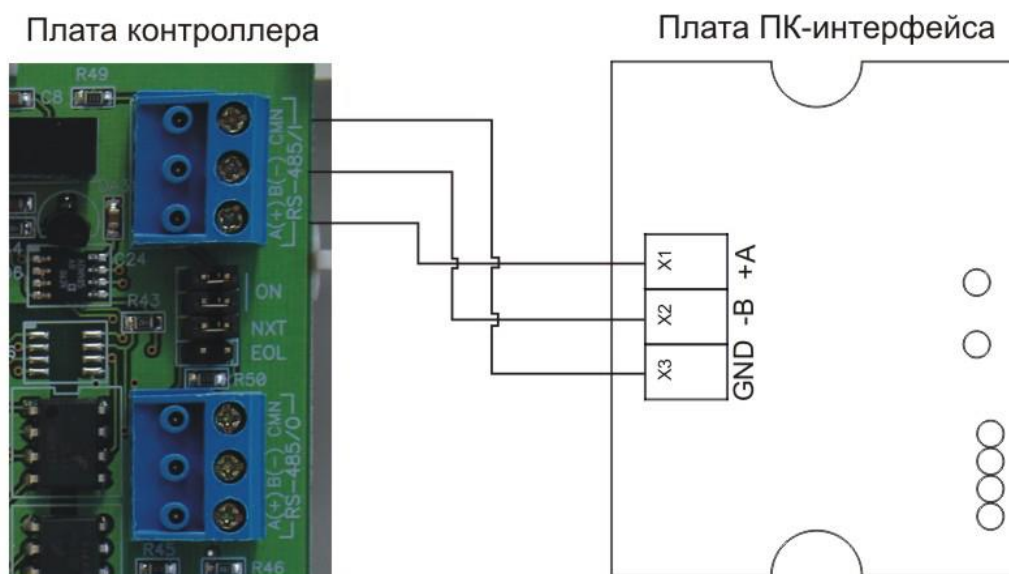

Рисунок 4. Подключение шины RS-485 к плате NIP-A01
- Подключите линию связи контроллеров (шина RS-485) к плате интерфейса (см. рис. 4);